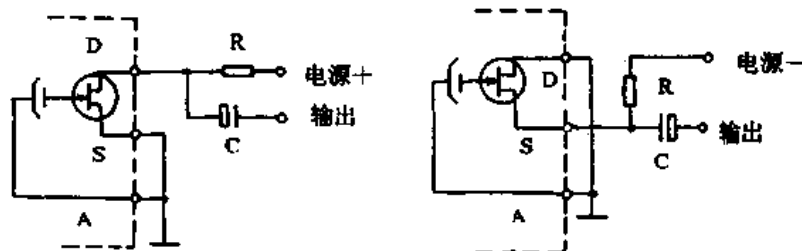

图 13-31
①用两端引线传声器代替三端引线传声器时,应在电源线与输出端之间串接一只约 $5k\Omega$ 的降压电阻 $R$ ,再用一只耦合电容 $C$ 将信号从输出端送至前置放大电路中去,如图13-31所示。图中 $D$ 表示场效应管漏极; $S$ 表示场效应管的源极; $A$ 表示传声器外壳。